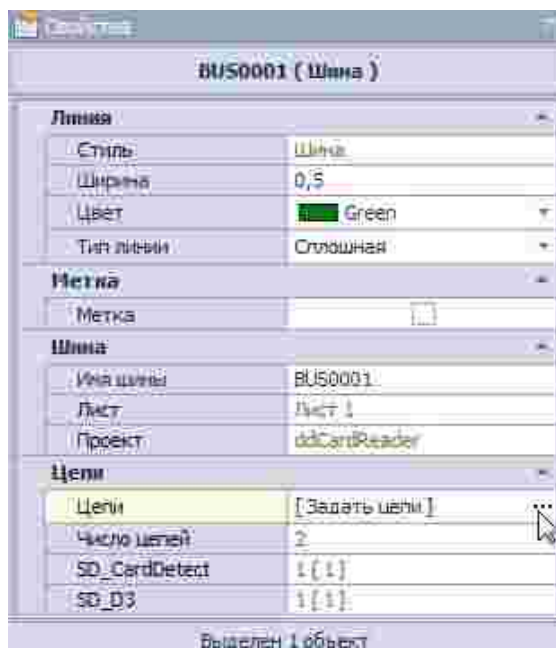

Рис. 99 Окно редактирования списка цепей, входящих в шину
- Из панели «Свойства» раздела «Цепи», в правой части пункта «Цепи» расположено поле, обозначенное символом *******, см. Рис. 99.